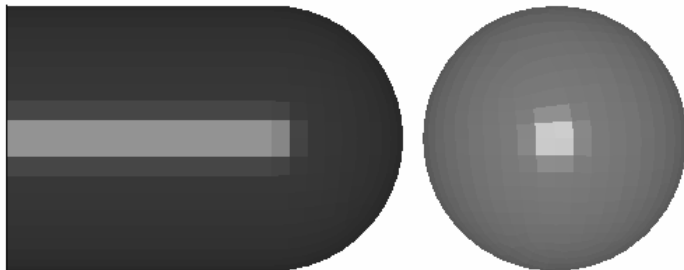

图 4-67 柱壳与球壳
(4) 图形窗口中出现柱壳与球壳模型 (见图 4-67)。图中显示了 A 圆筒、B 梁板和 C 梁板的正面视图。